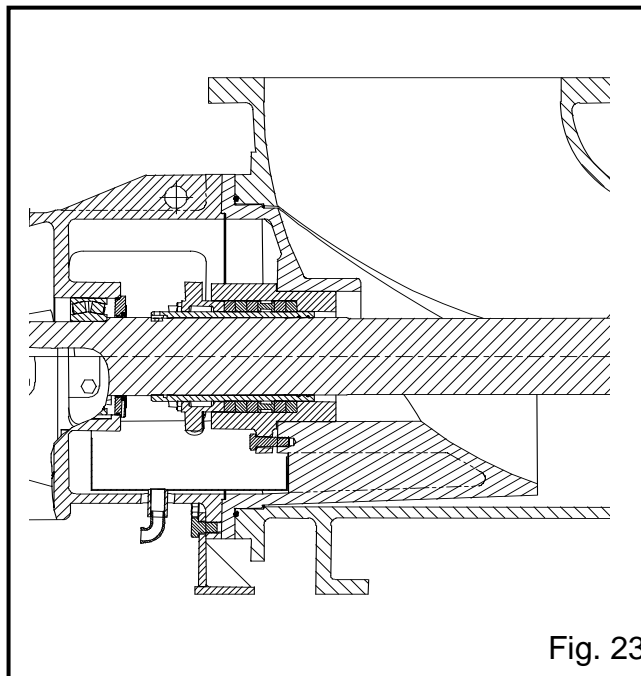

Fig. 23
9. Inserir o anel circulador com os furos de extracção virados para fora, garantir que ele está alinhado com a tomada do fluido de lubrificação da tampa do buçim, ver a Fig. 23.